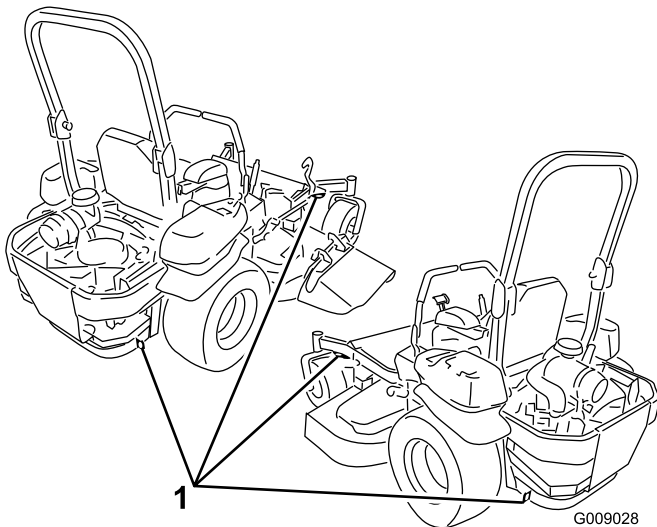

Figura 29
5. Utilizzate gli anelli di ancoraggio metallici sulla macchina per fissare saldamente la macchina al rimorchio o all'autocarro per mezzo di cinghie, catene, cavi o corde (Figura 29).